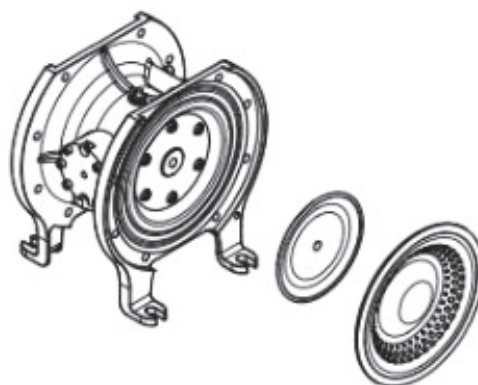

Fig. 5: Smontaggio della membrana con DSS.
- Svitare manualmente la membrana noppedE4®. (fig. 5)